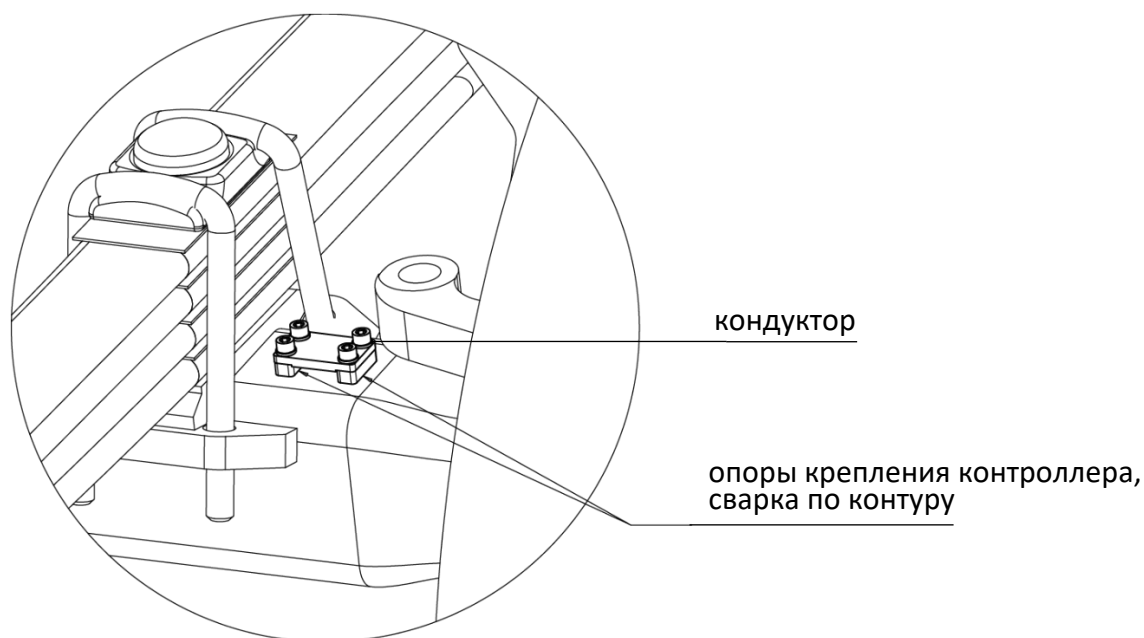

рис. 3.7. Установка опор крепления контроллера
- 4) Приварите опоры крепления контроллера (рис. 3.7).